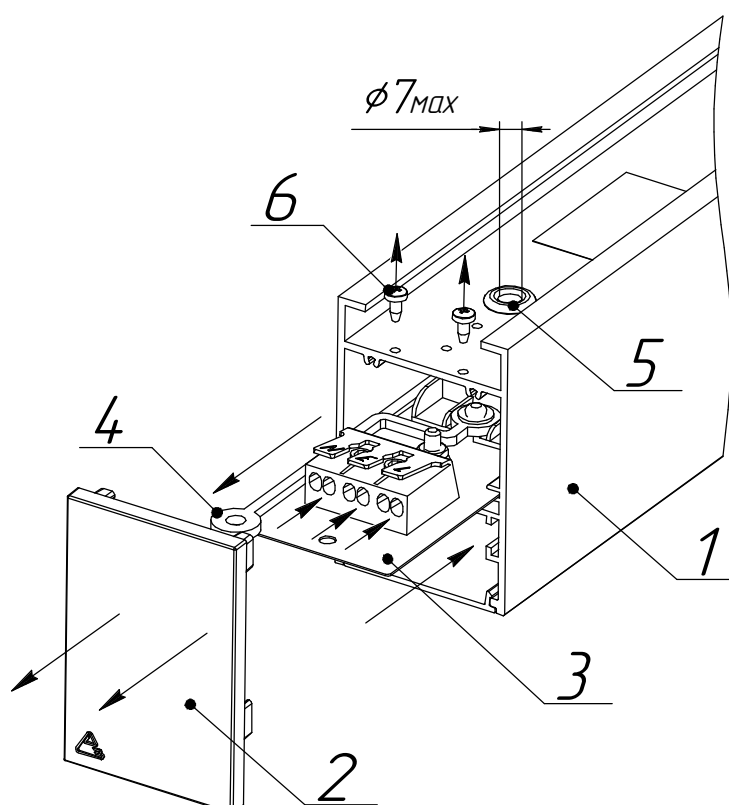

Рисунок 5 - Схема подключения светильника к сети:
5.6. Подключение светильника к сети (см. рисунок 5, 6а, 6б).